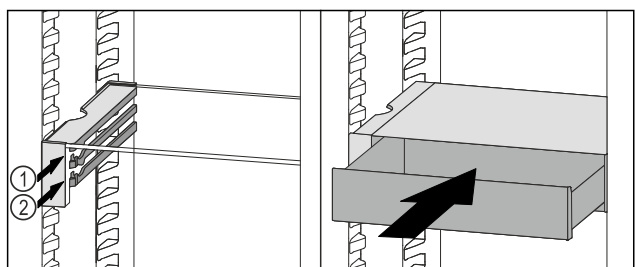

Fig. 129
- ▶ Założyć szufladę VarioSafe za stoperami na wybranych żebrowach Fig. 129 (1) lub Fig. 129 (2).